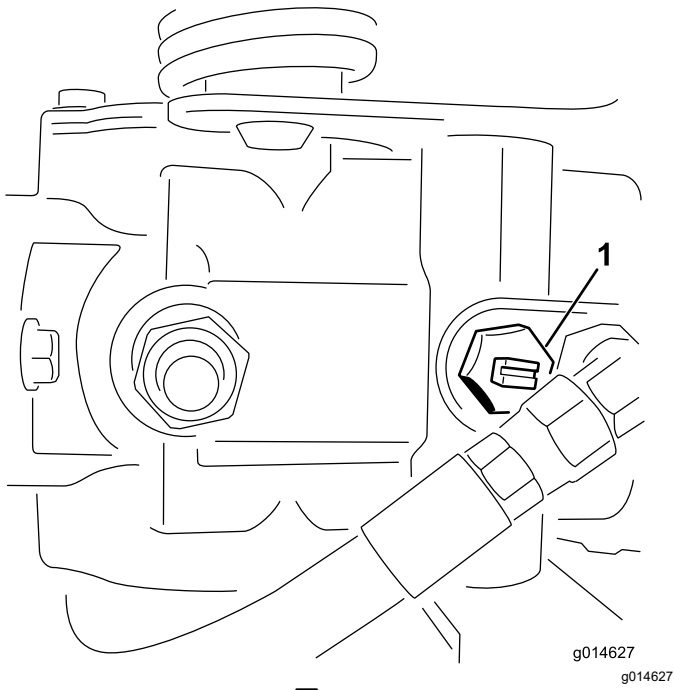

图 29
1. 找到并旋转泵上的旁通阀使槽处于垂直位置图 29。
2. 启动发动机之前、旋转旁通阀、使槽处于水平位置、这样就可以关闭旁通阀 (图 29)。